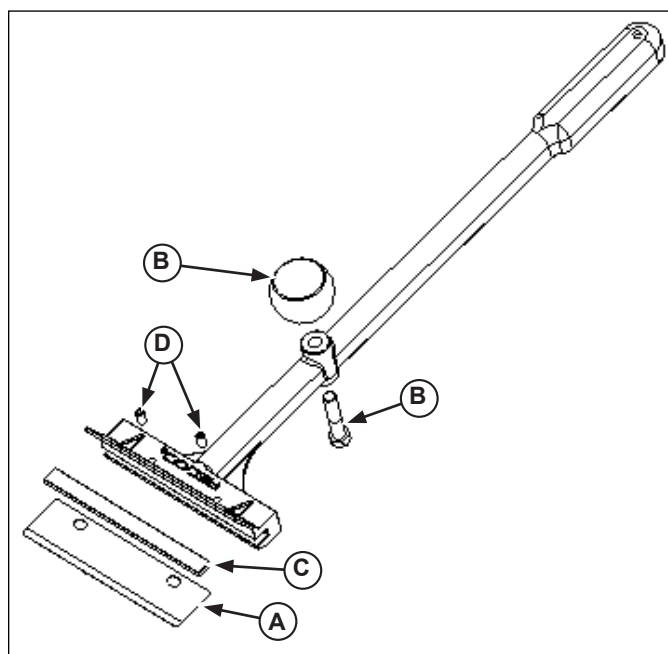

Figure 2. Vue éclatée
2. Desserrez les vis de calage à l'aide d'une clé Allen. Voir la figure 2.
3. Retirez la lame (A) et la plaque de pression (D) avec précaution. Jetez la lame usagée en bonne et due forme.
4. Alignez avec précaution la lame de rechange (A) et la plaque de pression (D) sur la rainure de la section de tête/la poignée (B).
5. Avec la plaque de pression (B) et la lame (A) en place, serrez fermement les vis de calage (E).